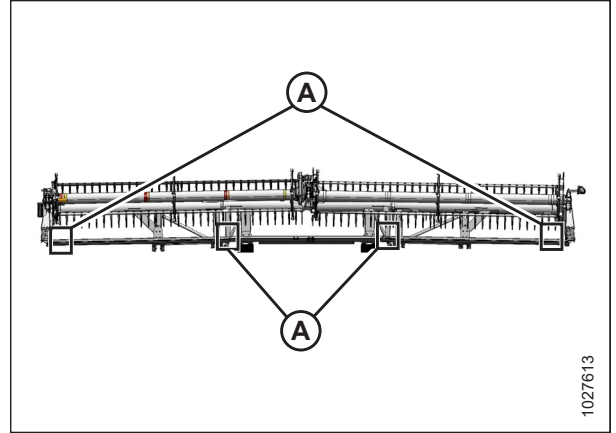

Рисунок 4.263: Точки вимірювання на жатці FlexDraper® — подвійне мотовило
- Жатки з подвійним мотовилом: Рисунок 4.263, стор. 441